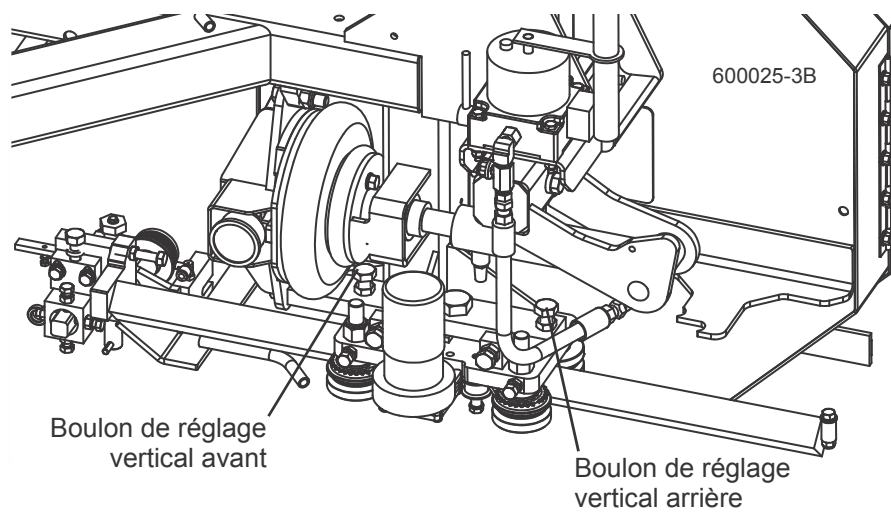

FIG. 7-7
**Voir Figure 7-7.** Desserrez les contre-écrous du boulon de réglage vertical. Pour incliner le bras du guide de lame vers le bas, desserrez le boulon arrière et serrez le boulon avant. Pour incliner le bras du guide lame vers le haut, desserrez le boulon avant et serrez boulon arrière. Resserrez les contre écrous et re vérifiez l'inclinaison verticale du bras